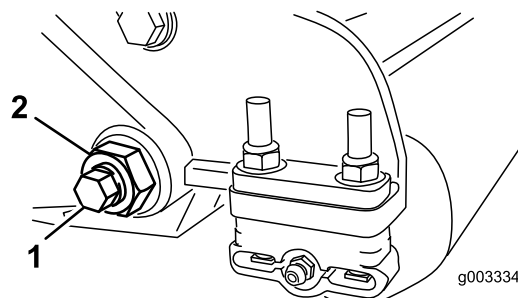

図 25
3. ベッドバーボルト 図 25 を固定しているロックナット機体両側をゆるめる。
4. 各ベッドバーボルトを抜いて、ベッドバーを下に引き抜いて外せるようにする 図 25。